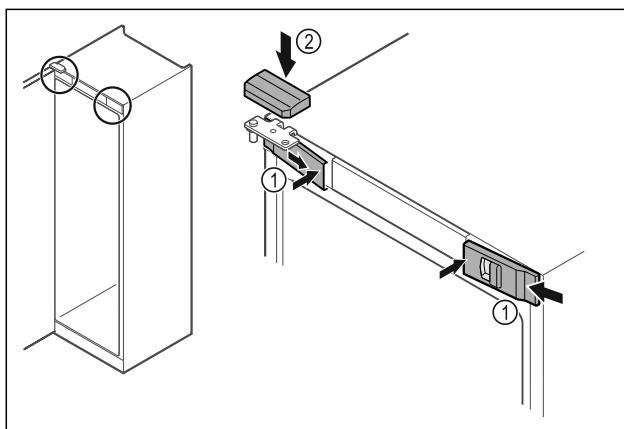

Fig. 50
- Obesite sprednje pokrove Fig. 50 (1) stransko in jih namestite v notranjosti, da se zaskočijo.
- Zgornji pokrov Fig. 50 (2) namestite z zgornje strani.